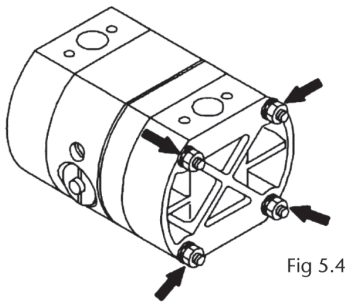

Fig 5.4
- Retire los 8 tornillos de las cámaras de fluido y quite el cuerpo soporte (fig. 5.4).